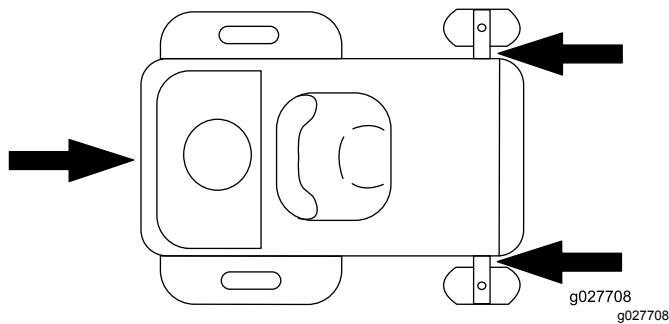

Figure 28
5. Arrimez la machine près des roues pivotantes avant et du pare-chocs arrière (Figure 28).